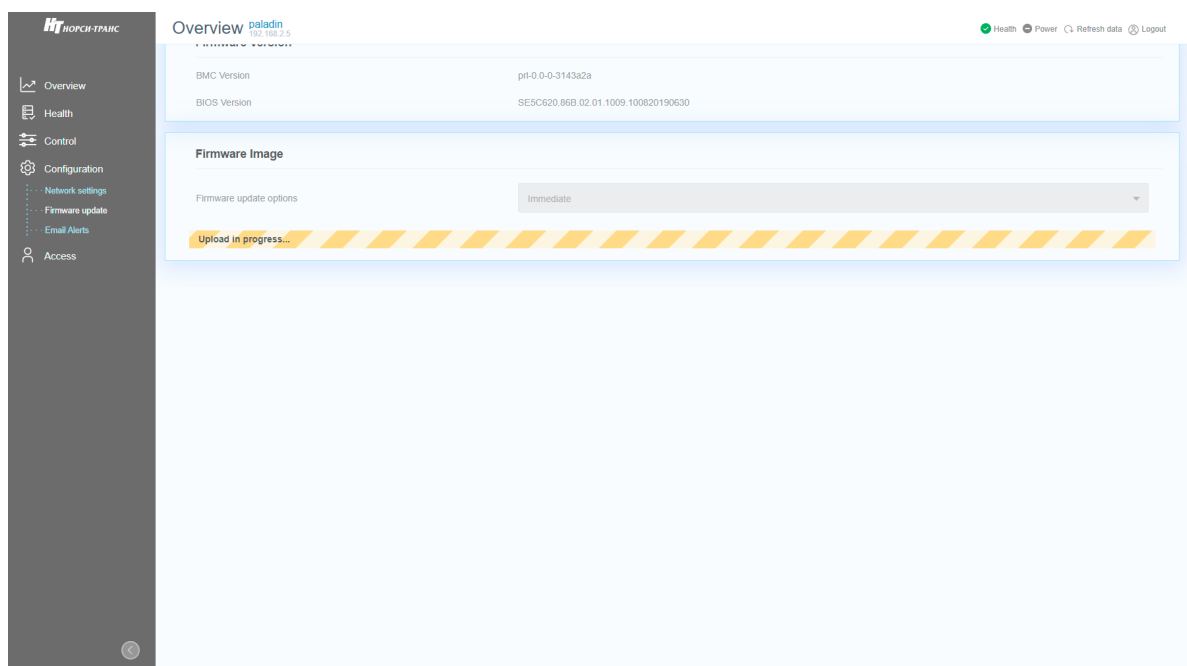

Рис. 82. Окно процесса установки обновления
- 6) После нажатия кнопки «UPLOAD FIRMWARE» появиться окно установки обновления. Окно показано на рис. 82 Окно процесса установки обновления